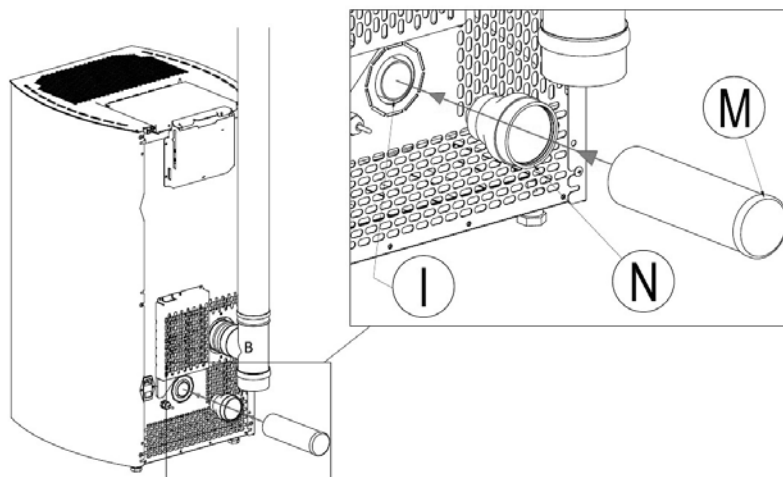

Fig. 12 - Conexiones
LEYENDA	Fig. 12
- Empalme N con Q utilizando un tubo flexible o rígido de diámetro de 60 mm, con una longitud máxima de 2 metros (ver **Fig.12**).